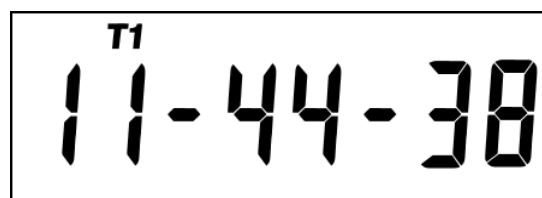

Рисунок 86 – Время
6.9.4 Окно вывода даты-времени по встроенным часам реального времени приведено на Рисунок 86,Рисунок 87.